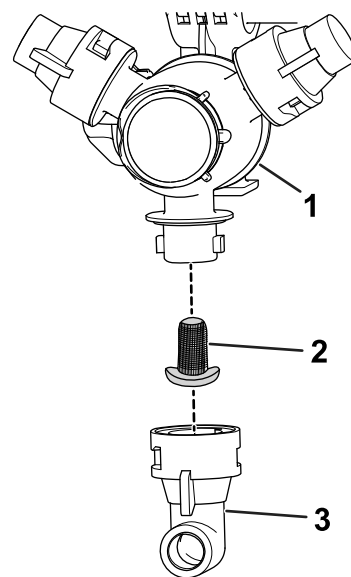

Figura 147
2. Déposez la buse de la tourelle de pulvérisation (Figura 147).
3. Retirez le filtre de buse usagé (Figura 147).
4. Montez le filtre de buse neuf (Figura 147).
5. Montez la buse sur la tourelle de pulvérisation (Figura 147).